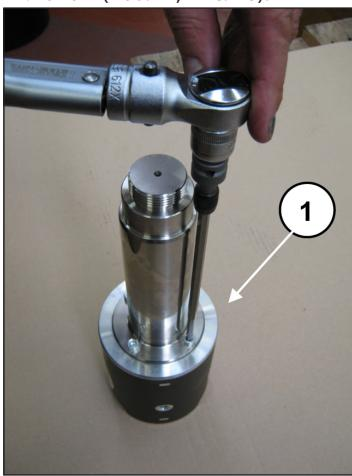

Рис. 46
Для того чтобы отделить шток от направляющей поршня, нужно открутить винты с цилиндрической головкой М6 специальным ключом (поз. ①, Рис. 46).